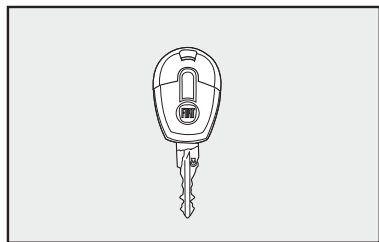

fig. 1
CHAVES - fig. 1
- Duas chaves **fig. 1**.
A chave **fig. 1** de uso normal no veículo é usada para:
A chave de ignição tem predisposição para instalação de telecomando a distância **fig. 1**.